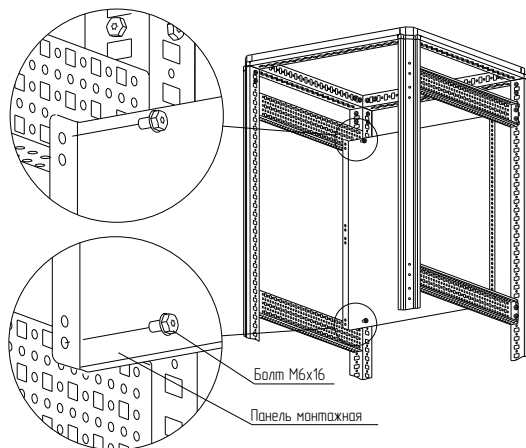

Рисунок 17
– вариант 1. Болтами М6×16 (рисунок 17). Момент затяжки – 7 Н·м. Болты приобретаются отдельно;